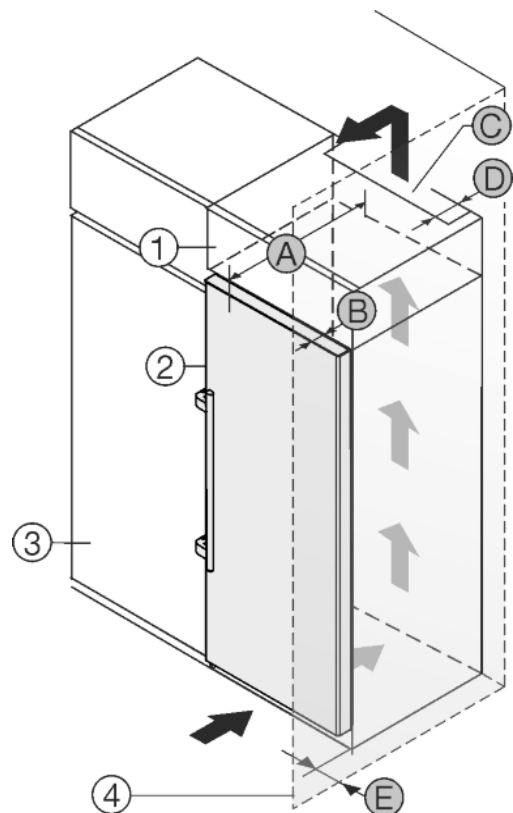

Fig. 25
A készüléket körbe lehet építeni konyhaszekrényekkel. Rá lehet szerelni egy rátétszekrényt *Fig. 25 (1)*, hogy a készüléket *Fig. 25 (2)* a konyhabútorok magasságához igazítsa.
A készüléket közvetlenül a konyhaszekrény *Fig. 25 (3)* mellett is felállíthatja. Ahhoz, hogy az ajtókat teljesen ki tudja nyitni, a készüléknek a konyhaszekrény elülső oldalához képest legalább a mélységnek *Fig. 25 (B)* megfelelően ki kell állnia. A konyhaszekrények mélységétől és a fali távolságtartók használatától függően a készülék nagyobb mértékben is kiállhat.
- A rátétszekrény hátoldalán egy mélységű *Fig. 25 (D)* szellőző aknát kell a rátétszekrény teljes szélességében kialakítani.
- A mennyezett alatt be kell tartani a szellőző keresztmetszetet *Fig. 25 (C)*.
Mikor a készüléket a csuklópántokkal egy fal *Fig. 25 (4)* mellett állítja fel, akkor a készülék és a fal közti távolságot *Fig. 25 (E)* be kell tartani. Ez nyitott ajtó esetén megfelel a fogantyú túlnyúlásának.